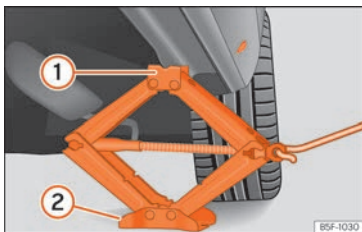

Fig. 40 Larguero: colocación del gato del vehículo.
- Gire la manivela del gato*, situado bajo el punto de apoyo del larguero, para elevarlo hasta que la pestaña (1) » » » **fig. 40** quede situada bajo el alojamiento previsto.
- Alinee el gato* de modo que la pestaña (1) "agarre" en el alojamiento previsto del larguero y la placa base móvil (2) quede apoyada en el suelo. La placa base (2) debe caer en la vertical respecto al punto de apoyo (1).